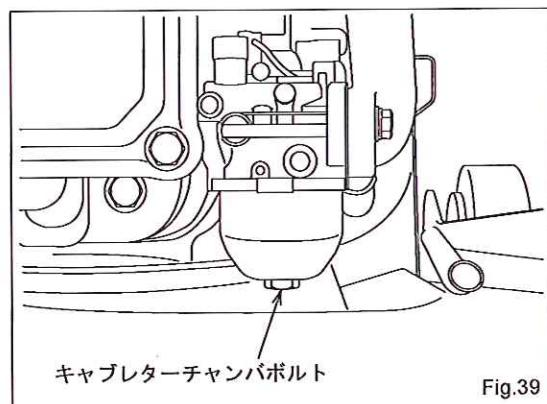

Fig.39
(1) エンジンの外観をきれいに清掃して下さい。
(2) 燃料タップレバーを“OFF”（閉じる）の位置にし、キャブレターの下付近に適当な容器を置いて下さい
(3) キャブレーターチャンバボルトを緩め、燃料タップレバーを“ON”（開く）の位置にして、燃料タンク内の燃料を容器へ抜き取って下さい。（Fig.39）
(4) 燃料が抜き終われば、キャブレーターチャンバボルトを確実に締め付けて下さい。（キャブレーターチャンバボルトのガスケットに凹み、傷等がある場合は新品と交換して下さい。）
(5) 点火プラグを外し、プラグ穴からエンジンオイルを約1mL程度注油して、リコイルスタータグリップを1~2回ゆっくり引いて下さい。
(6) 点火プラグを組み付けてからリコイルスタータグリップを引いて、圧縮を感じる位置で止めて下さい。（これで吸気と排気のバルブが閉じて、エンジン内が外気と遮断された状態となってサビを防止します。）
(7) 交換の必要な部品は交換し、各部のボルト・ナットを点検してゆるんでいましたら確実に締め付けて下さい。